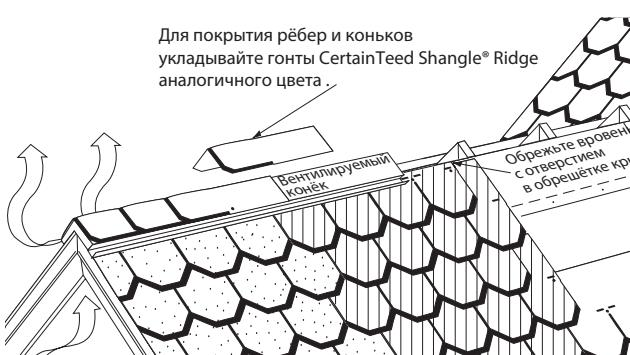

Рис. 16-20. Монтаж гонта Shangle® Ridge на вентилируемый конёк.
8. Если выполняется монтаж специальных вентилируемых коньков поверх гонтов (Рис. 16-20), то они должны совпадать по размеру с покрывающими гонтами рёбер и коньков шириной 30,5 см. Соблюдайте инструкции производителя вентилируемого конька. Для того чтобы прикрепить покрывающие гонты к вентилируемому коньку, который монтируется поверх гонтов, используйте гвозди, оцинкованные по методу окунания с подогревом и имеющие достаточную длину, чтобы входить в обрешётку на 19 мм или проходить через неё насекомым образом.